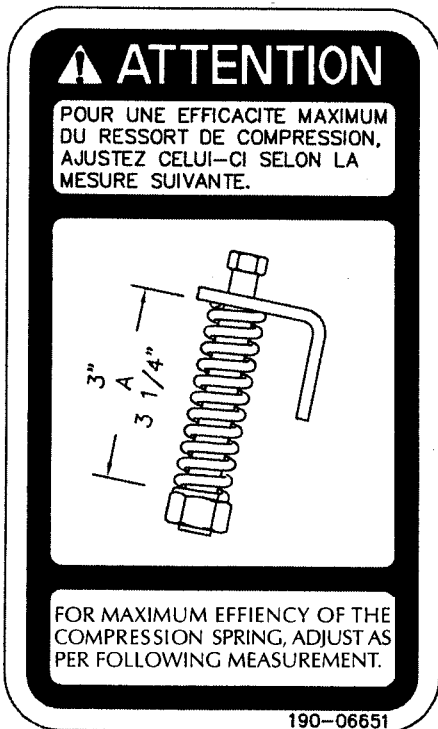

Figure 15
- 3) Vérifier l'ajustement du tendeur de chaîne. Le ressort qui maintient la tension doit être compressé afin d'être d'une longueur variant entre 3" et 3¼" (Fig. 15).